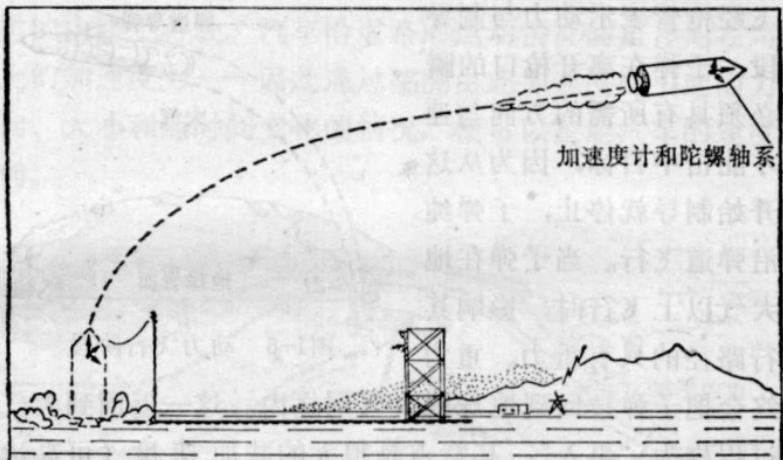

图1-5 稳定轴系
**稳定轴系** 图1-5所示为说明陀螺和加速度计的轴系，一个轴系包括相互成直角的三条轴。加速度计单条敏感轴平行于轴系的每条轴安装。在这种独特的布局下可以看出，不论导弹的方向如何，至少有一个加速度计可感测到导弹的运动。三个以上的加速度计是多余的，而少于三个加速度计则意味着会损失信息。同样，三个陀螺的安装方式的特点是，
它们的输入轴与轴系的轴相平行。因此导弹绕任何轴的旋转可由一个或一个以上的陀螺检测。图1-5表明，不管导弹的推力、俯仰、横滚或偏航姿态如何，轴系始终保持起飞时的方位。陀螺使轴系同旋转隔离，加速度计则测量参考系中的推力与阻力。